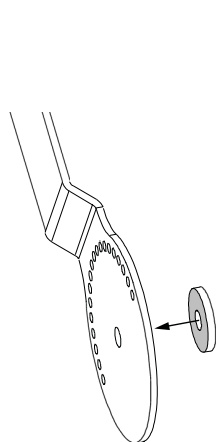

図 1
1. 粘着剤付きゴムスペーサーを、ブラケットまたはエクステンションの両サイド内側に貼り付けます（図 1）。